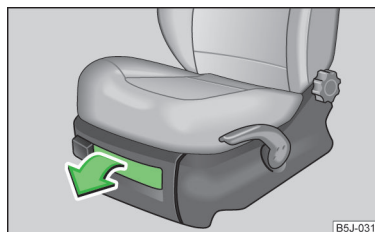

Abb. 69
- Zum Öffnen der Klappe den Griff ziehen » Abb. 69.